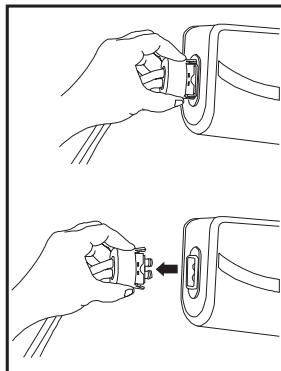

Figura 4 Tubi scollegati
2. Scollegare i tubi dalla pompa per portare il materasso in posizione orizzontale, come illustrato a destra (Figura 4).